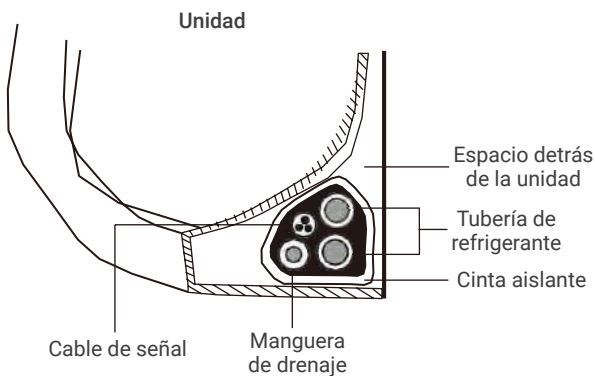

Fig 3.10
1. Agrupe la tubería de drenaje, las tuberías de refrigerante y el cable de señal tal como se muestra en la Fig. 3.10.
3. Utilizando cinta aislante, envuelva el cable de señal, las tuberías de refrigerante y la manguera de drenaje juntos de manera ajustada. Vuelva a comprobar que todos los elementos queden agrupados tal como se muestra en la Fig. 3.10.